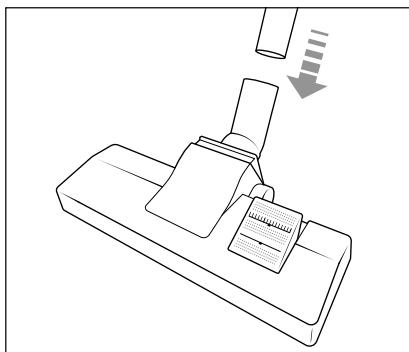

Abb. 2
- 2) Schieben Sie das Teleskopsaugrohr 16 in die Bodenbürste 14, bis es fest in der Bodenbürste 14 sitzt (siehe Abb. 2).